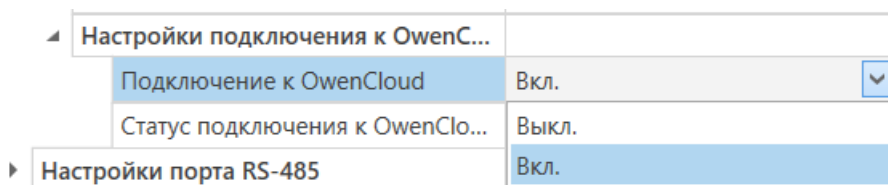

Рисунок 7.5 – Настройка автоматического подключения к облачному сервису
2. Задать значение **«Вкл.»** в параметре **«Подключение к OwenCloud»** (рисунок 7.5).